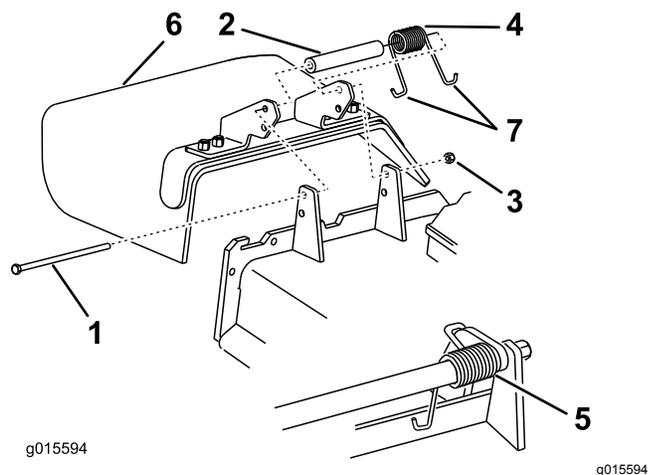

Figura 89
1. Togliete il dado di bloccaggio, il bullone, la molla e il distanziale che fissano il deflettore alle staffe orientabili del tosaerba (Figura 89).
Nota: Verificate che un'estremità a gancio J della molla si trovi dietro il bordo del piatto di taglio prima di montare il bullone, come illustrato nella Figura 89.
6. Infilate l'estremità a gancio J della molla attorno al deflettore dello sfalcio (Figura 89).